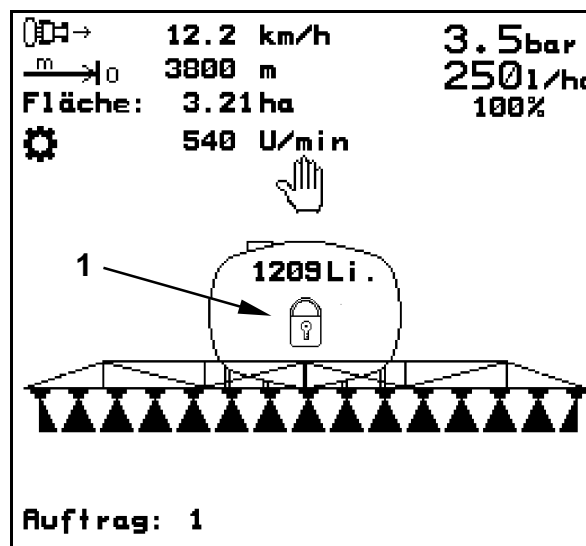

Fig. 118
- Verriegelt ist der Schwingungsausgleich (Fig. 117/1), wenn im Display vom **AMATRON**+ das geschlossene Schloss-Symbol (Fig. 118/1) erscheint.
Bei verriegeltem Schwingungsausgleich erscheint im Display vom **AMATRON**+ das geschlossene Schloss-Symbol (Fig. 118/1).